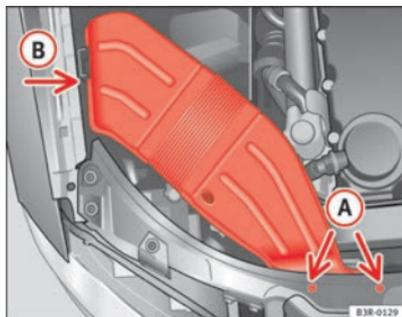

Fig. 188 Conduit d'air, côté droit du véhicule
- Dévissez les vis **A** ⇒ fig. 188.